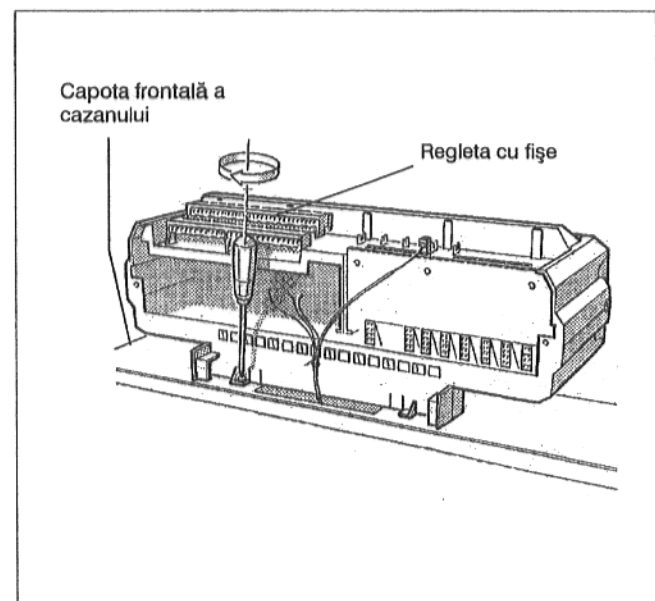

Fig. 39
- Aparatul de reglare se va fixa strâns cu două șuruburi în colțurile trecerii cablului pe capota cazanului (Fig. 39).